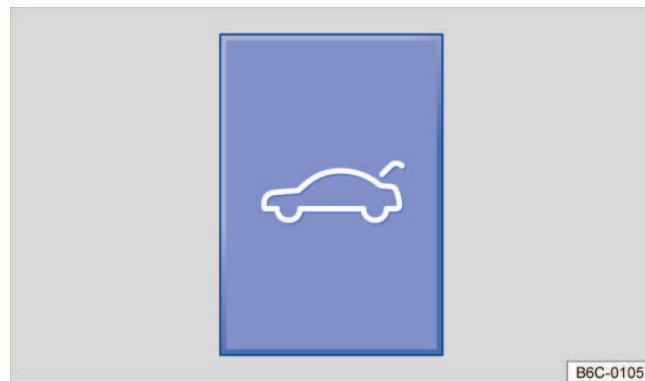

Fig. 62 No console central: botão de destravamento da tampa traseira.
- **OU:** no console central, pressionar o botão → Fig. 62.